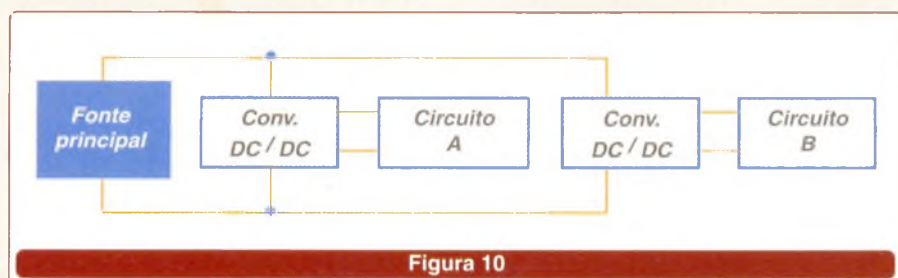

Figura 10
- Circuitos de características diferentes devem ser isolados. Em especial, devem estar bem separados os setores analógicos dos digitais de um circuito. Na **figura 10** damos uma idéia de como isso deve ser feito.